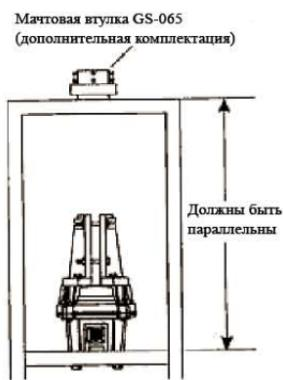
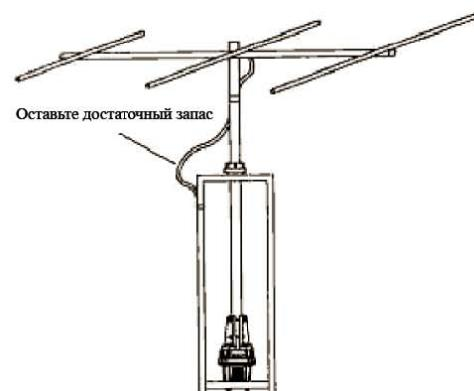

Рисунок 3
Рисунок 8
3. Если планируется использовать упорную втулку (например, дополнительную комплектующую от Yaesu модели GS-065), установите ее на верхушке опоры (см. Рисунок 3) с помощью крепежной арматуры из комплекта поставки.
4. Слегка притяните мачтовый фиксатор (1) к корпусу поворотного устройства с помощью болтов M8 X 25 (2), пружинных и плоских шайб из комплекта поставки.
5. С помощью мачтового крана либо другого подъемного приспособления, вставьте мачту сверху через втулку и установите ее в фиксаторах поворотного устройства. Затем слегка затяните мачтовые фиксаторы с помощью болтов M8 X 70 (3) и пружинных шайб из комплекта поставки.
6. Вставьте винт M8 X 95 (5) из комплекта поставки в отверстия на мачтовом фиксаторе и сквозь мачту, затем слегка затяните его с помощью квадратной гайки (6) из комплекта поставки.
11. Оставьте достаточный запас коаксиального кабеля, чтобы антенна могла поворачиваться на все  $450^\circ$  диапазона вращения, при этом не натягивая коаксиальный кабель (см. Рисунок 8). Зафиксируйте коаксиальный кабель на опоре, используя для этого изоляционную ленту и / или кабельные бандажи, стойкие к ультрафиолетовому излучению.